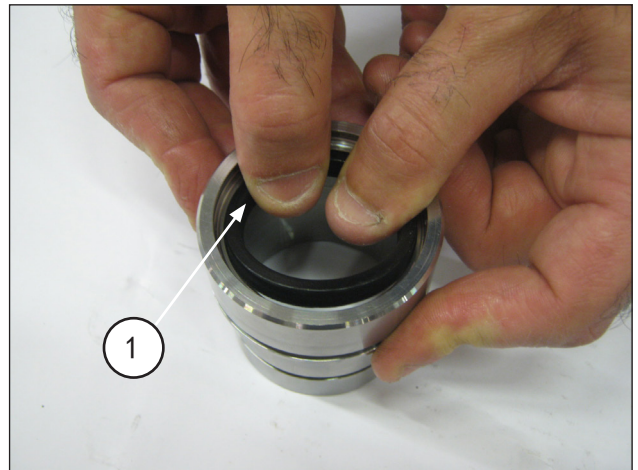
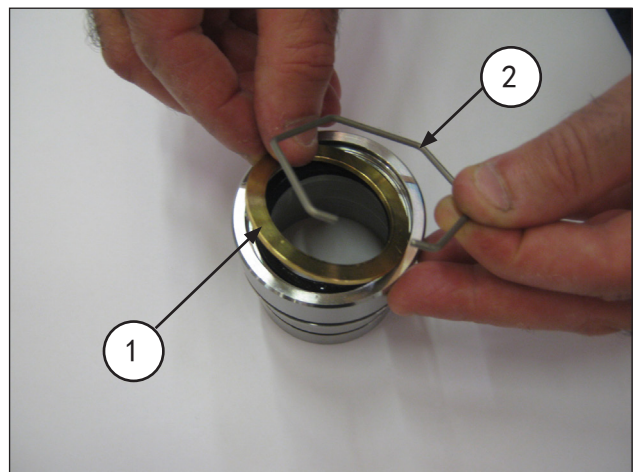
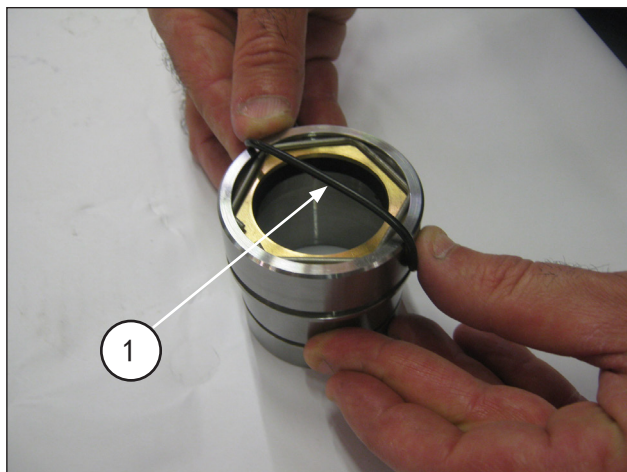

图 35
图 36
图 37
将低压密封圈插入护套底座（部件号①，图 35），注意安装方向，密封唇应朝向前（朝向泵头）。然后插入密封环、止动环（部件号①②，图 36）和O形圈（部件号①，图 37）。